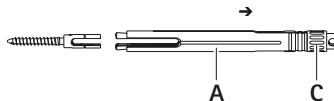

Abb. 7
- Kpl. Klemmhülse 2 abnehmen, siehe Abb. 7.